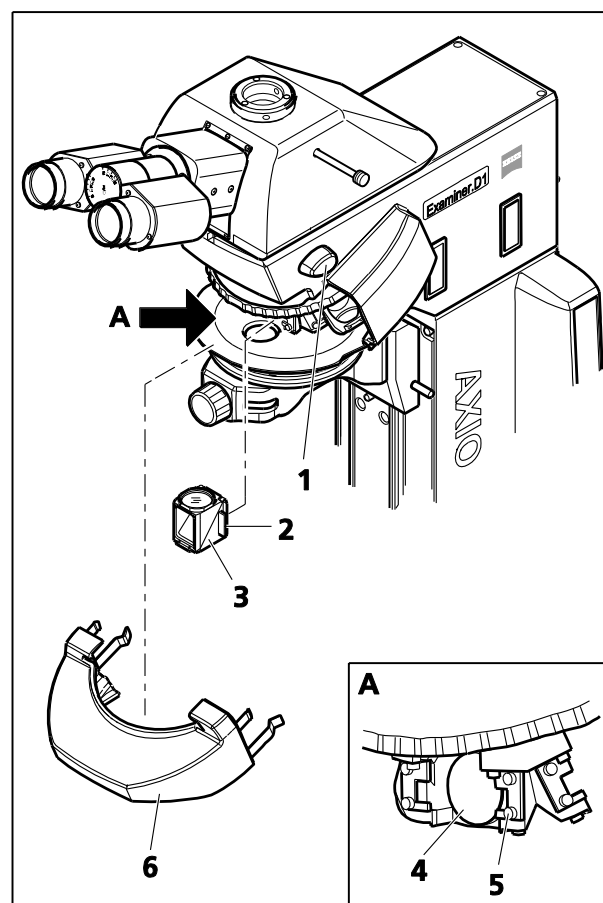

Figure 3-6 Remplacement du module réflecteur - tourelle porte-réflecteurs 5x
(1) Installation d'un module
- Placer la manette de l'obturateur RL (Figure 3-6/1) en position CLOSE.
- Retirer le capuchon (Figure 3-6/6) vers l'avant.
- ☞ Le capuchon (Figure 3-6/6) est verrouillé lorsque l'obturateur n'est pas fermé. Ne jamais forcer pour retirer le capuchon.
- Insérer le module (Figure 3-6/3) avec les éléments de support (Figure 3-6/2) montés à droite et à gauche du module en l'inclinant par le bas dans les éléments à ressort supérieurs (Figure 3-6/5) de la tourelle porte-réflecteurs.
- Incliner ensuite le module vers le bas (voir Figure 3-6/4) pour s'assurer que celui-ci se verrouille également en toute sécurité dans les éléments à ressort inférieurs de la tourelle porte-réflecteurs.
(2) Retrait d'un module
- Incliner légèrement le module (Figure 3-6/4), le retirer d'abord des éléments à ressort supérieurs (Figure 3-6/5), puis des éléments à ressort inférieurs, et le sortir ensuite complètement.
- Après avoir retiré ou installé les modules réflecteurs, insérer le capuchon (Figure 3-6/1) dans le carter du statif, et appuyer dessus jusqu'à ce qu'il s'enclenche.
- Placer la manette de l'obturateur AL (Figure 3-6/1) en position OPEN. Le capuchon est maintenant verrouillé.